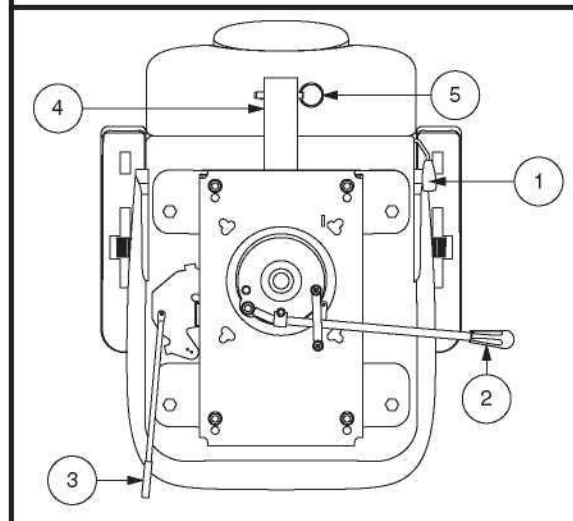

Figure 19. Réglage du siège
Si votre véhicule est équipé d'un siège à dossier inclinable, vous pouvez changer l'inclinaison du dossier avec le levier de réglage du dossier. **Voir la figure 19.**
1. Tirer vers le haut l'avant le levier de rotation du siège afin de dégager le siège. **Voir la figure 19.**
1. Déplacez le levier coulissant du siège (situé sur le côté inférieur gauche du siège) vers l'extérieur. **Voir la figure 19.**
Élevez ou abaissez l'inclinaison des accoudoirs en tournant la réglage sous l'accoudoir. **Voir la figure 19.** Tournez le bouton de réglage de l'accoudoir vers la gauche pour abaisser l'angle de l'accoudoir ou vers la droite pour le relever.
Le support d'accessoire monté à l'arrière vous permet d'attacher un accessoire personnel comme un panier, support pour marchette ou réservoir d'oxygène à l'arrière de votre véhicule. Utiliser la goupille de verrouillage afin de bien fixer votre article au support d'accessoire. **Voir la figure 19.** Consultez votre détaillant autorisé pour plus de détails.